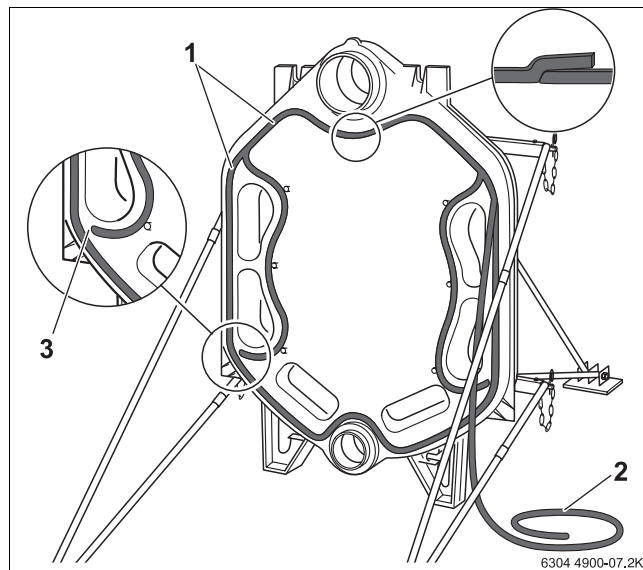
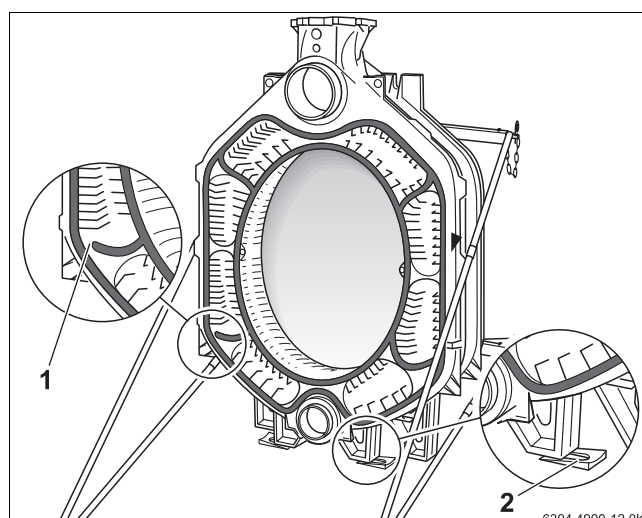

Рис. 12 Укладка уплотнительного шнура (шнур КМ)
Рис. 17 Применение подкладных клиньев
- Концы уплотнительного шнура слева и справа в местах стыка нельзя накладывать внахлест (→ рис. 12, 3).
На рис. 17 показана средняя секция с подключением подающей линии. Ниппели для монтажа следующей средней секции установлены в соответствующие ступицы. В паз для уплотнения уже уложен уплотнительный шнур. Как показано для задней секции (→ рис. 12, стр. 16) здесь уплотнительный шнур тоже прерван. Для упрощения монтажа секция котла выравнивается с помощью подкладных клиньев. Эти клинья пригодятся позже для окончательного выравнивания готового блока котла.
- Выровнять котел в вертикальной и горизонтальной плоскостях на фундаменте или звукопоглощающей подставке (→ см. главу 4.3.1, стр. 12). Используйте для этого поставляемые с котлом подкладные клинья (→ рис. 17, стр. 18).